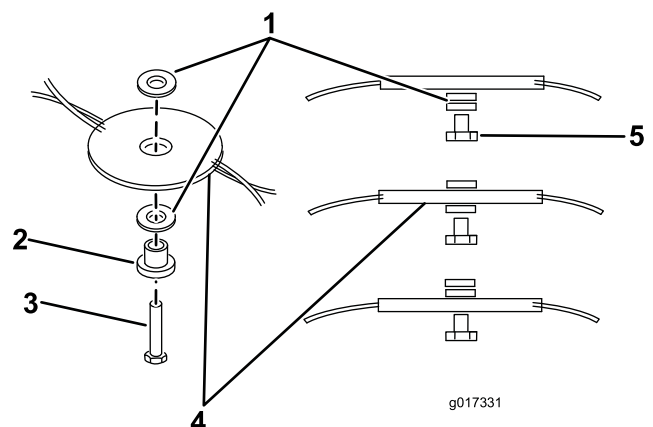
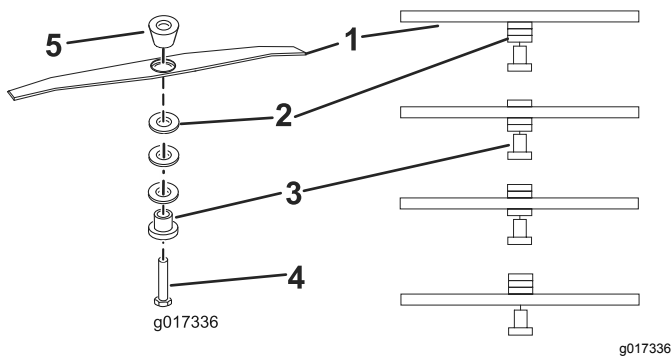

Bild 12
Bild 13
6. Versetzen Sie die Distanzstücke auf die gewünschte Höhe und setzen Sie den Freischneidfaden (Flexi Blade) bzw. die Schnittleiste wieder ein (Bild 13, Bild 12).